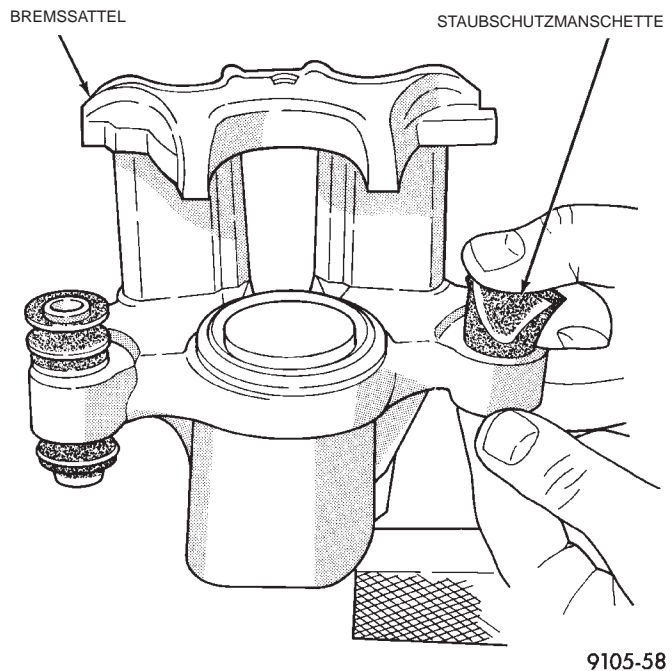

Abb. 78 Herausnehmen der Staubschutzmanschetten aus dem Bremssattel
(3) Mit den Fingern eine Seite der Staubschutzmanschette umklappen. Dann an der gegenüberliegenden Seite ziehen, um die Staubschutzmanschette vom Bremssattelgehäuse abziehen (Abb. 78).